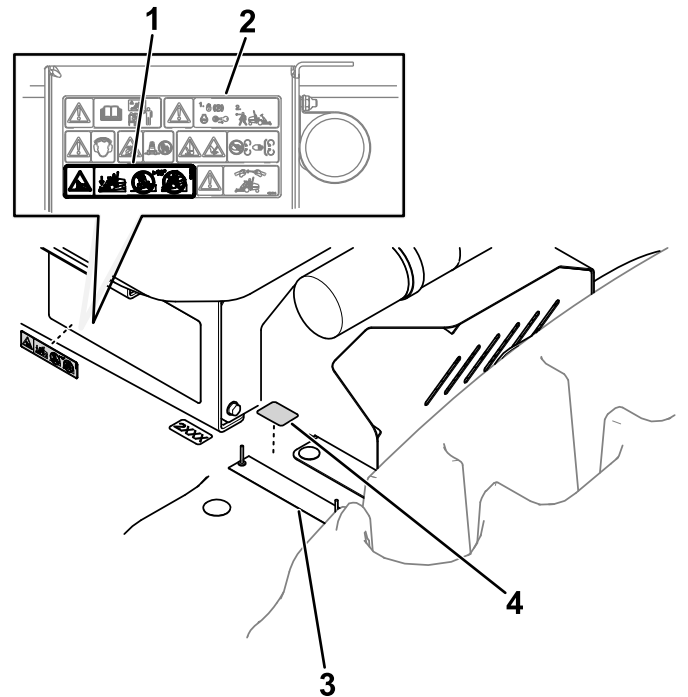

Figura 14
2. Aplicar la calcomanía adecuada cerca de la placa del número de serie, como se muestra en la Figura 14.
3. Aplique sobre la zona de la calcomanía de advertencia, como se muestra en la Figura 14.
Importante: Asegúrese de que las superficies de aplicación indicadas en la Figura 14 están limpias y secas antes de aplicar las calcomanías.